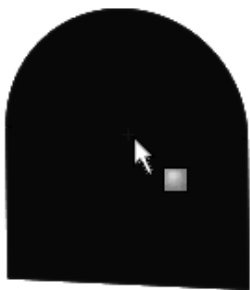
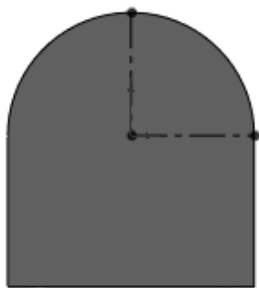

图 10-183 选择基准面
图 10-184 绘制定位草图
⑫ 绘制成型工具定位草图。单击图 10-183 所示的表面作为基准面, 单击“草图”控制面板中的 (草图绘制) 按钮, 然后单击“草图”控制面板中的 (转换实体引用) 按钮, 将选择表面转换成图素。单击“草图”控制面板中的 (中心线) 按钮, 绘制两条互相垂直的中心线, 中心线交点与圆心重合, 终点都与圆重合, 如图 10-184 所示。单击 (退出草图) 按钮。